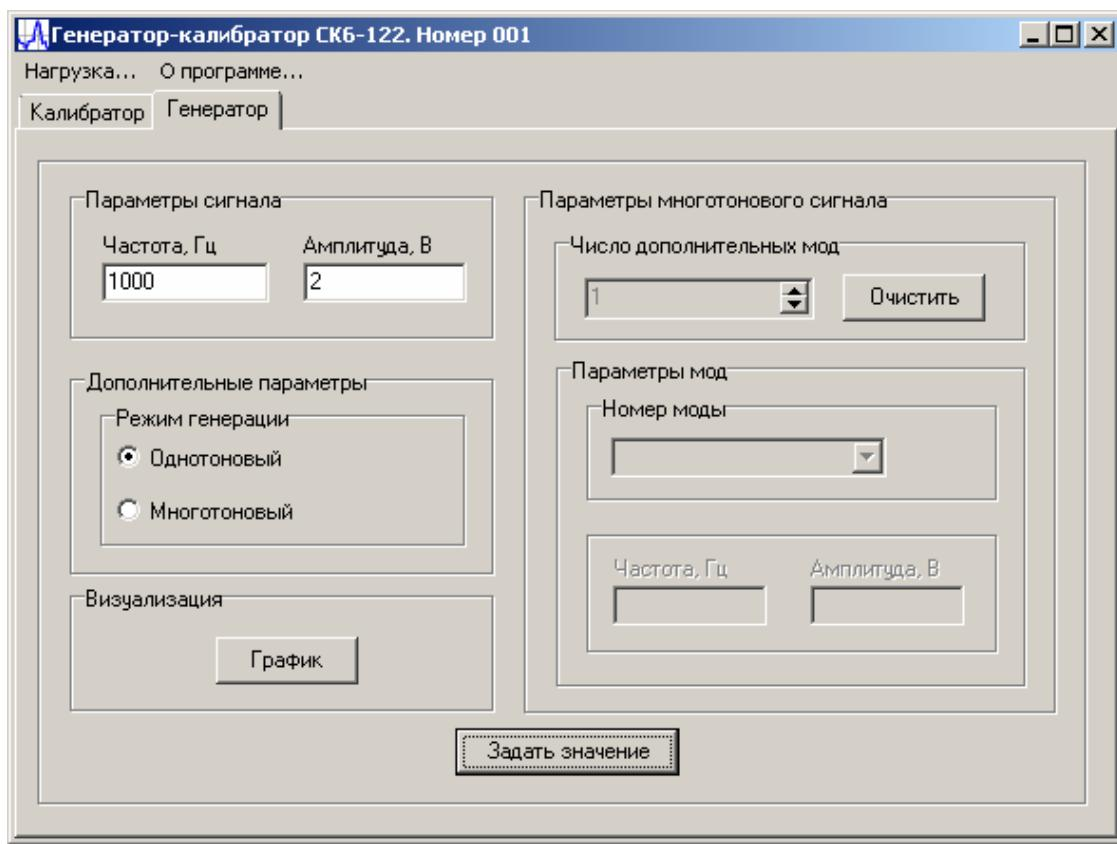
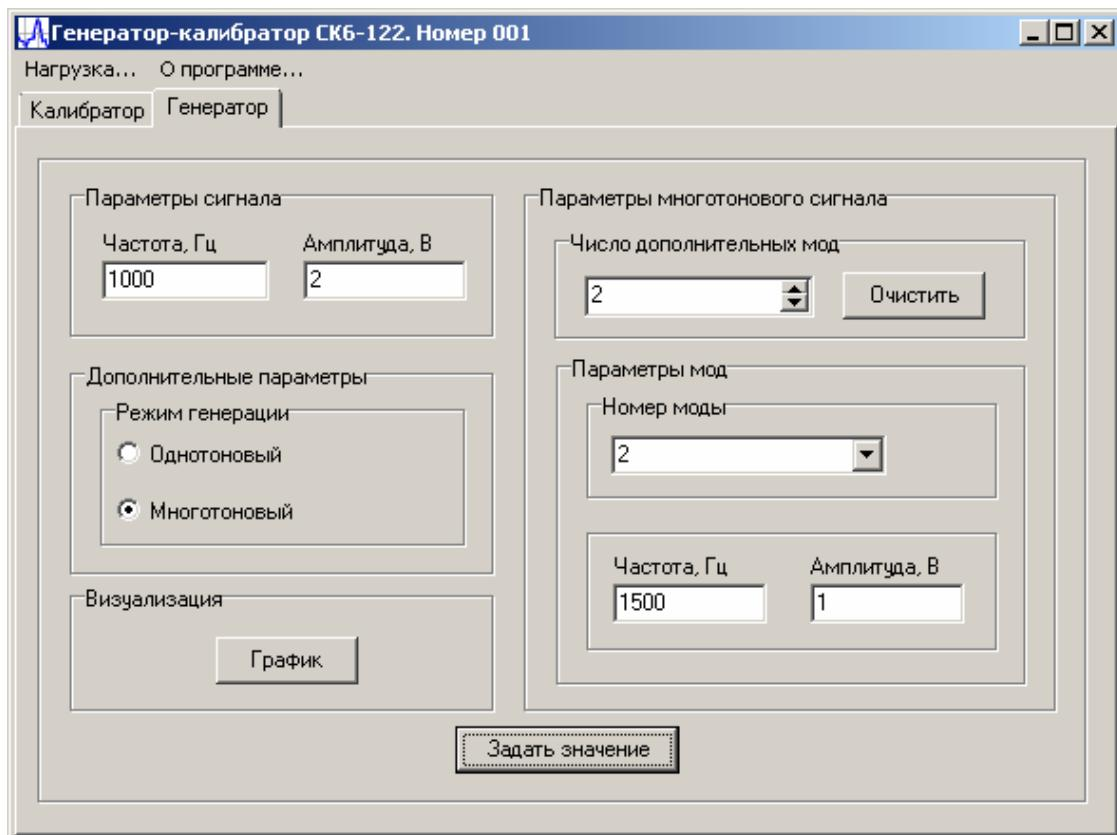

Рисунок 9. Вкладка «Генератор» программы управления СК6-122
Рисунок 10. Вкладка «Генератор». Многотоновый режим
5.5 Вкладка «Генератор» служит для управления генератором-калибратором СК6-122 в режиме генератора. На вкладке расположены следующие элементы управления и настройки (см. рисунок 9):
- область «Параметры многотонового сигнала» служит для задания параметров дополнительных мод. Область «Число дополнительных мод» содержит поле ввода, в котором стрелками можно выбрать число мод, и кнопку «Очистить», которая обнуляет частоту и амплитуду всех мод. Область «Параметры мод» служит для непосредственного задания частоты и амплитуды каждой моды. Для этого в выпадающем меню «Номер моды» необходимо указать номер моды, для которой будут заданы частота и амплитуда. В полях «Частота, Гц» и «Амплитуда, В» необходимо указать частоту и амплитуду моды (см. рисунок 10).
Для работы прибора в режиме генератора необходимо переключиться на вкладку «Генератор» и выбрать режим работы – однотоновый или многотоновый (см. рисунок 9). В однотоновом режиме необходимо указать частоту и амплитуду сигнала. В многотоновом – количество мод, частоту и амплитуду каждой моды (см.рисунок 10). Следует помнить о том, что в однотоновом режиме нормируются параметры собственных искажений, частоты и амплитуды, а в многотоновом только частота и амплитуда каждой моды.